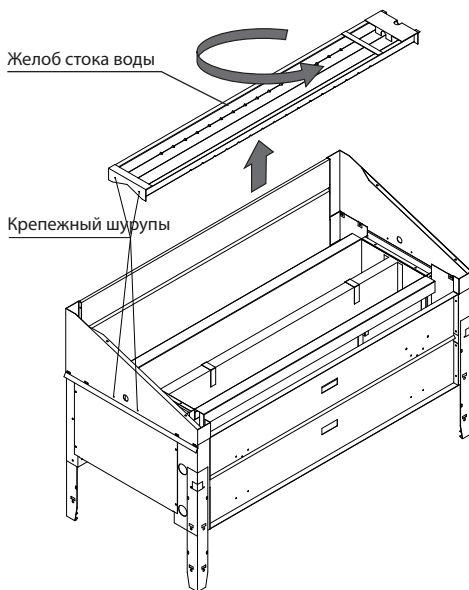

Рис. 5
- При необходимости разверните желоб так, чтобы его уклон был от стороны подключения патрубка и шланга (рис. 5).
- Удалите 4 крепежных шурупа (рис. 5)